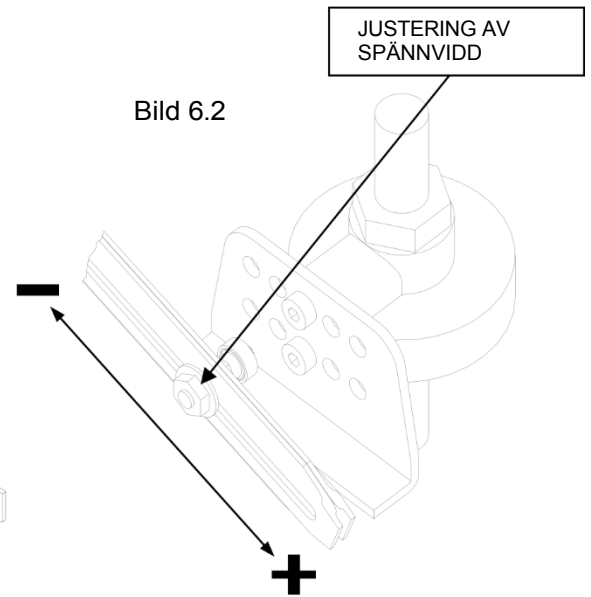

Bild 6.2
3. Inject a signal of 20 mA (or 15psi) and slide the feedback lever pin such that the valve is in the fully retracted position (moving the pin towards the end of the lever increases the movement see fig. 6.2). Set the valve position indicator.
3. Injicera en signal på 20 mA (eller 15psi) och skjut återkopplingsspakens stift så att ventilen är i helt tillbakadraget läge (om stiftet flyttas mot spakens ände ökar rörelsen, se fig. 6.2). Ställ in ventilsens lägesindikator.